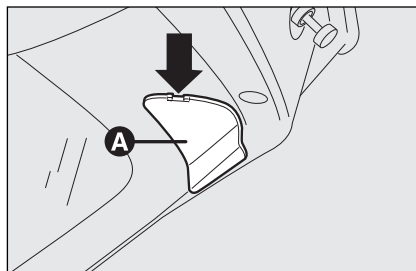

fig. 35
- verwijder met behulp van een schroevendraaier op het door de pijl aangegeven punt het klepje **A-fig. 35**;
- sluit het klepje **A-fig. 35**.